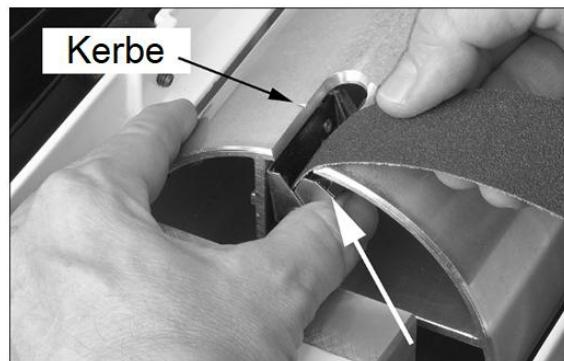

Abbildung 6-4
2. Den Spannhebel (Abb. 6-4) am linken Ende der Trommel drücken und das abgeschrägte Ende des Schleifbands wie in der Abbildung gezeigt durch den Schlitz in die Spannvorrichtung einführen, so weit dass die Streifenbreite der Referenzkerbe entspricht. Dadurch wird sichergestellt dass die richtige Klemmlänge am gegenüberliegenden Trommelseite verbleibt.